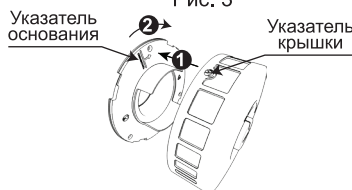

Рис. 6
7. Для установки крышки клапана, следует регулировочную ручку на крышке клапана установить в положение **MAX**. Далее указатель на крышке клапана необходимо совместить с указателем на основании клапана, затем плотно прижать крышку и повернуть по часовой стрелке до характерного щелчка (Рис.6).